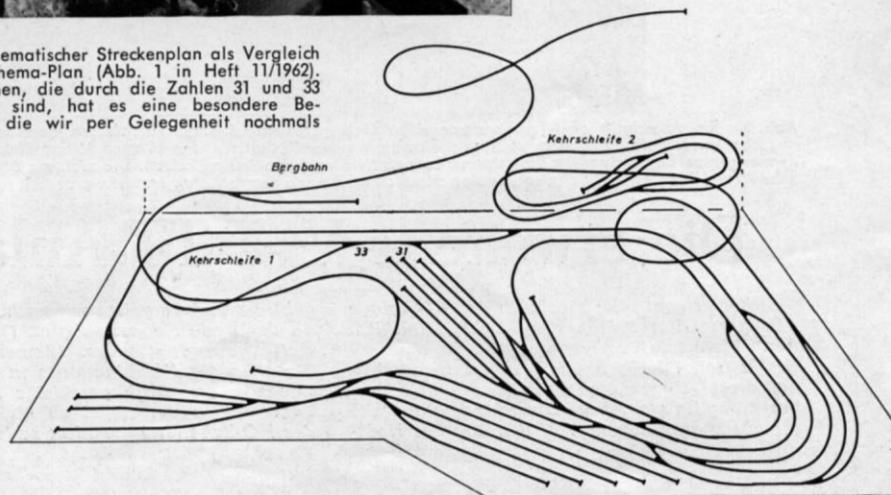

Abb. 1. Ein sächsischer 3. Kl.-Abteilwagen (C4), Baujahr 1914, der allernächste Verwandte unserer AB 4 sä
Abb. 1. Gesamtansicht der erweiterten Anlage. Breite 3,30 m, Tiefe des linken Teils = 1,65 m, des rechten Teils = 2,10 m. Höhe der Berge bis 850 mm über NN (Anlagenniveau). Im Bereich des Bergmassivs sind 4 Anlagenteile wegnahmbar, um auch von der Rückseite aus an entfernt liegende Partien ran zu können. Und nun vergleichen Sie mal die Abb. 2 auf S. 541 von Heft 11/1966! — Na?
► Abb. 4. Schematischer Streckenplan als Vergleich zum ersten Schema-Plan (Abb. 1 in Heft 11/1962). Mit den Weichen, die durch die Zahlen 31 und 33 gekennzeichnet sind, hat es eine besondere Be- wandtnis, auf die wir per Gelegenheit nochmals zurückkommen.